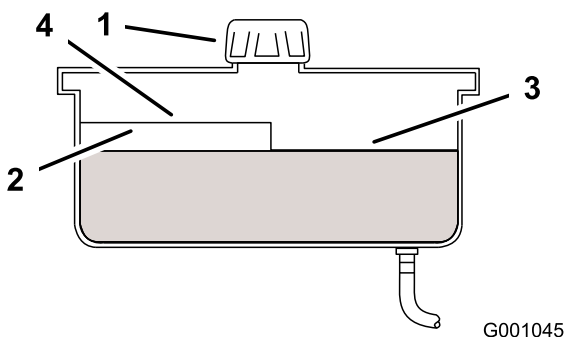

Figure 46
4. Nettoyez la surface autour du bouchon et du goulot de remplissage du réservoir hydraulique (Figure 46).
5. Enlevez le bouchon du goulot de remplissage. Vérifiez le niveau d'huile à l'intérieur du réservoir. (Figure 46).
- Remarque:** Lorsque l'huile est chaude, le niveau de liquide doit atteindre le haut du repère à chaud sur le déflecteur (Figure 46).